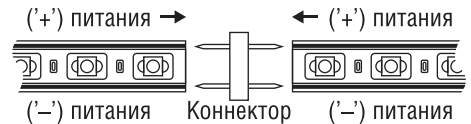

Рис. 4. Соединение при помощи коннектора
- 2) Подключите участки светодиодной ленты в соответствии с полярностью, Рис. 4. Контакты коннектора должны войти по центру соответствующих проводов (жил), идущих по всей длине ленты.